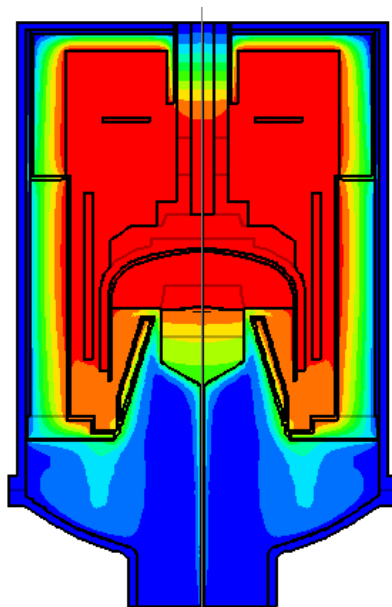

図 11. 計算モデルの上下逆さ表示(Flip)機能
- 計算モデルの上下逆さ表示(Flip)機能の追加 (図 11)